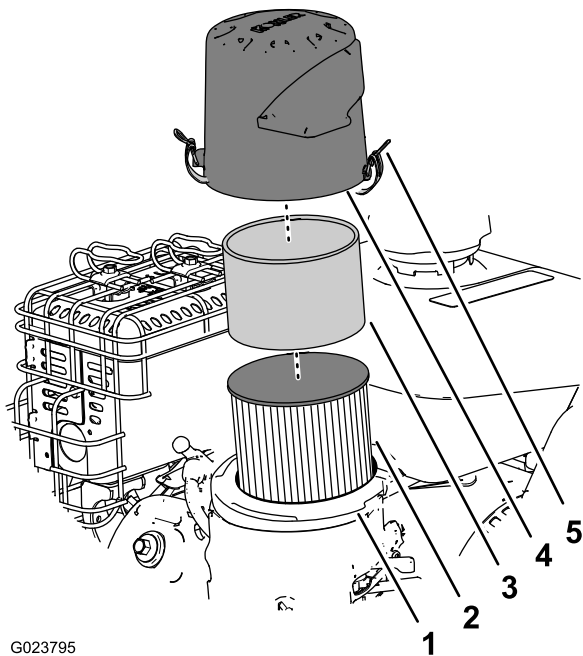

Figure 22
2. Déposez le couvercle et nettoyez-le soigneusement (Figure 22).
- Retirez le préfiltre en mousse et lavez-le à l'eau additionnée de détergent doux ; séchez-le ensuite en le pressant légèrement dans un chiffon (Figure 22).
- Enlevez et examinez l'élément filtrant en papier (Figure 22) et mettez-le au rebut s'il est excessivement encrassé.
- Placez le préfiltre en mousse sur l'élément en papier (Figure 22).
- Montez le filtre à air sur sa base (Figure 22).